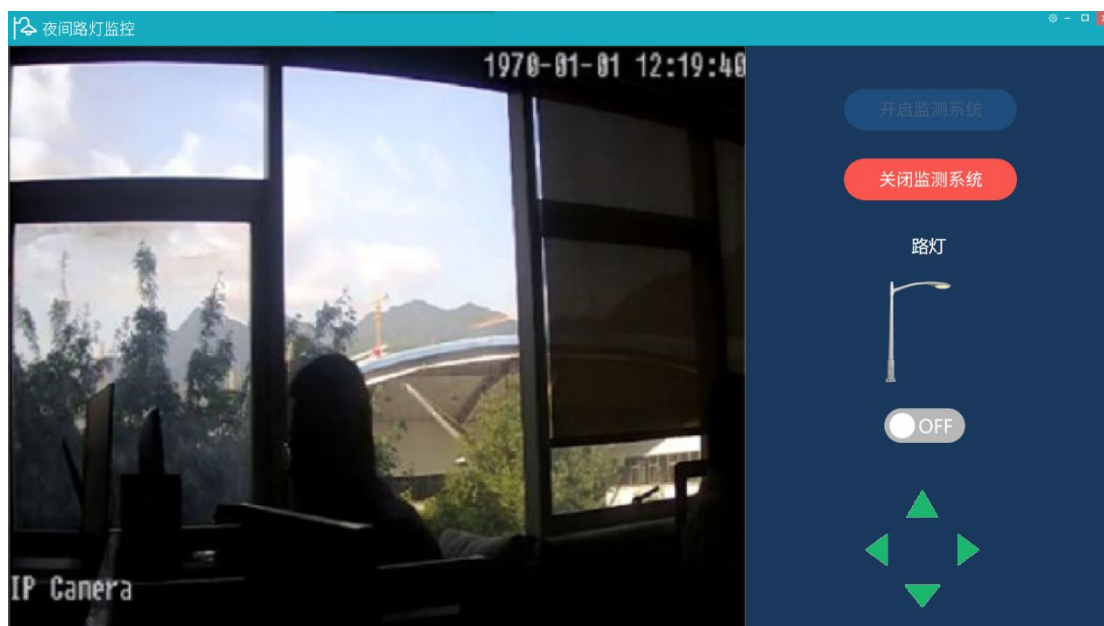

图 2 开启监控状态
Axure 图 2
- 要求点击“立即签到”按钮，页面可以弹出“签到成功”模态窗口如图 2 效果界面。